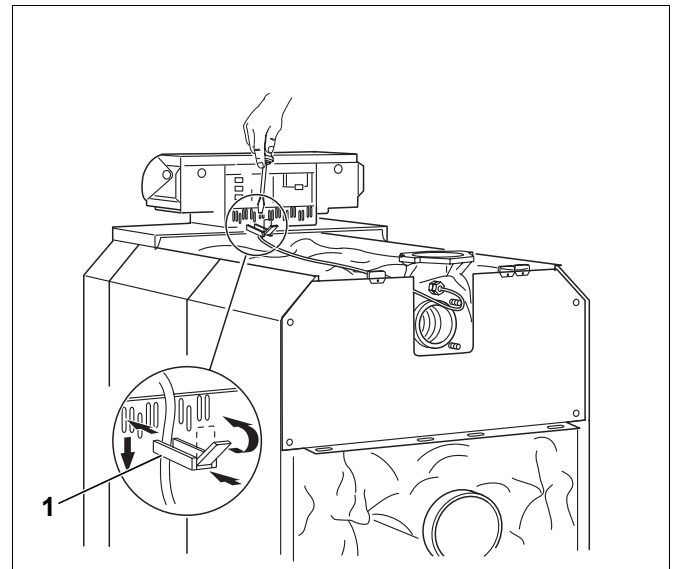

Bild 64 Elektrische Verbindungsleitungen befestigen
- Kabelschellen mit eingelegter Leitung in den Schellenrahmen einsetzen und durch Umlegen des Hebels sichern (Bild 64, **Pos. 1**).